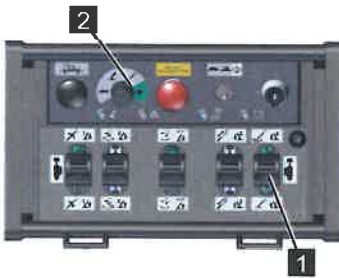

Abb. 118
4. Den Funktionswahlschalter auf [Sonderfunktion] (grün) (Abb.118/2) stellen.
5. Den Steuerhebel (Abb.118/1) solange nach vorne drücken, bis die Arbeitsstellung erreicht ist.